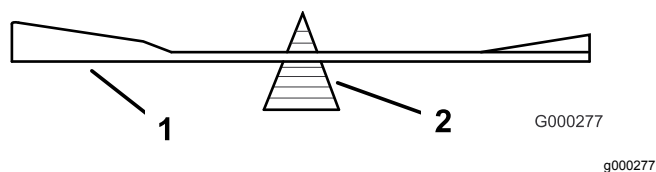

Figura 70
2. Controllate l'equilibrio della lama posizionandola su un bilanciatore (Figura 70).